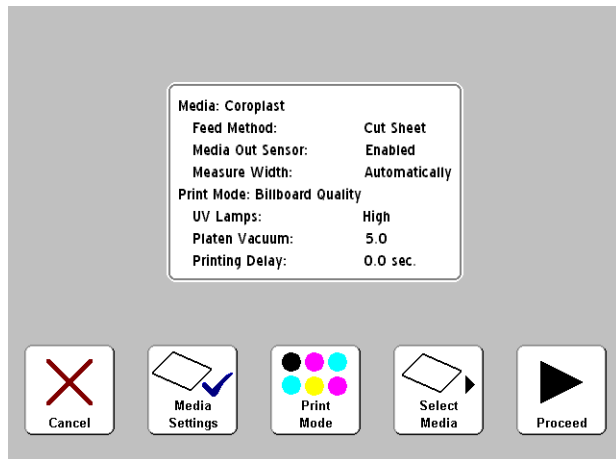

Fig. 2-1. Ecran Paramètres de support
- Si vous avez appuyé sur un **nom de support**, une liste de paramètres s'affiche (reportez-vous à la figure. 2-1). Cet écran vous permet de modifier les paramètres de support, de modifier le mode d'impression, de resélectionner le support, ou de poursuivre la procédure en chargeant le support. Pour charger le support, appuyez sur la touche ► (Poursuivre) et passez aux rubriques « Chargement et impression sur un support rigide » à la page 2-10 ou « Chargement et impression sur un support en rouleau » à la page 2-16.